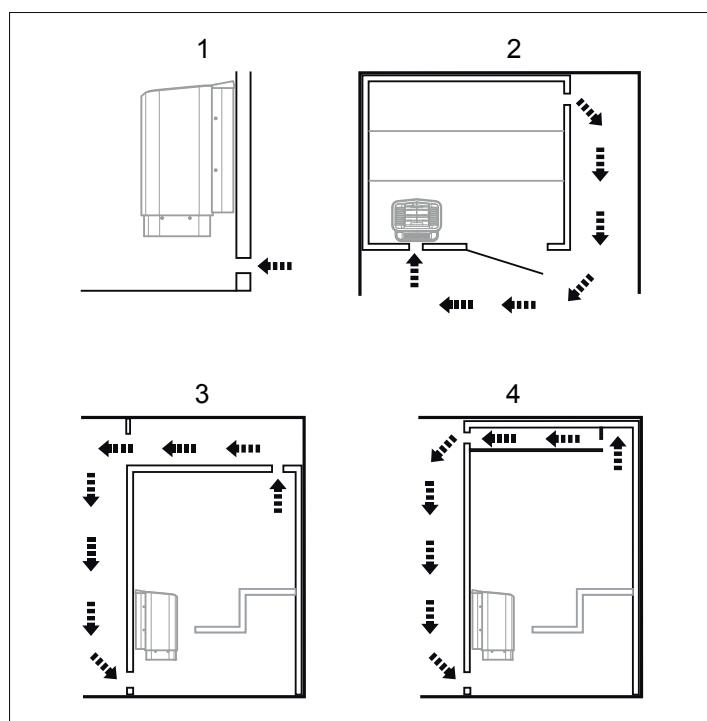

Рисунок 8: Позиционирование впускного и выпускного воздушного канала
- на максимальном расстоянии до впускного вентиляционного канала, например, по диагонали (см. Рисунок 8).
- высоко на стене или на потолке (см. Рисунок 8).